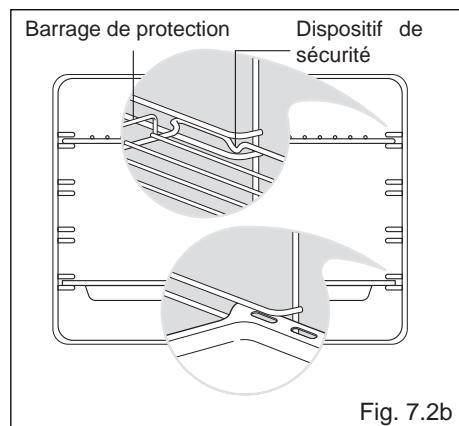

Fig. 7.2b
- Faire glisser sur les guides la grille et la lèchefrite fig. 7.2b.